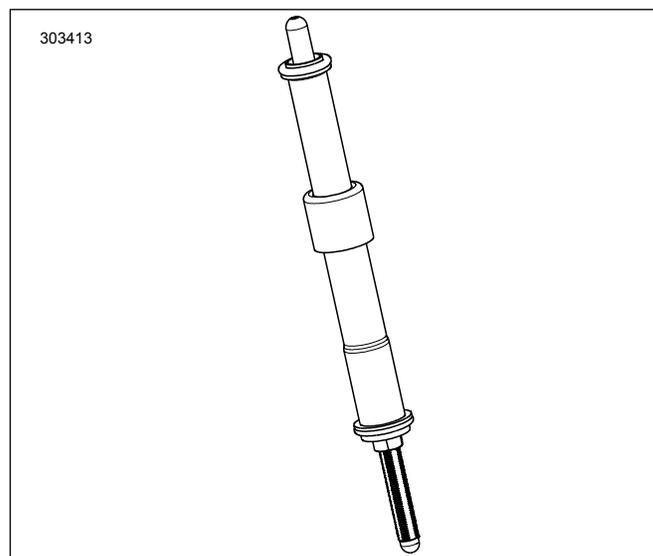

Figura 4. Asta delle punterie installata nel relativo coperchio
7. Vedere la figura 4. Installare le aste delle punterie di aspirazione nei coperchi delle aste delle punterie.